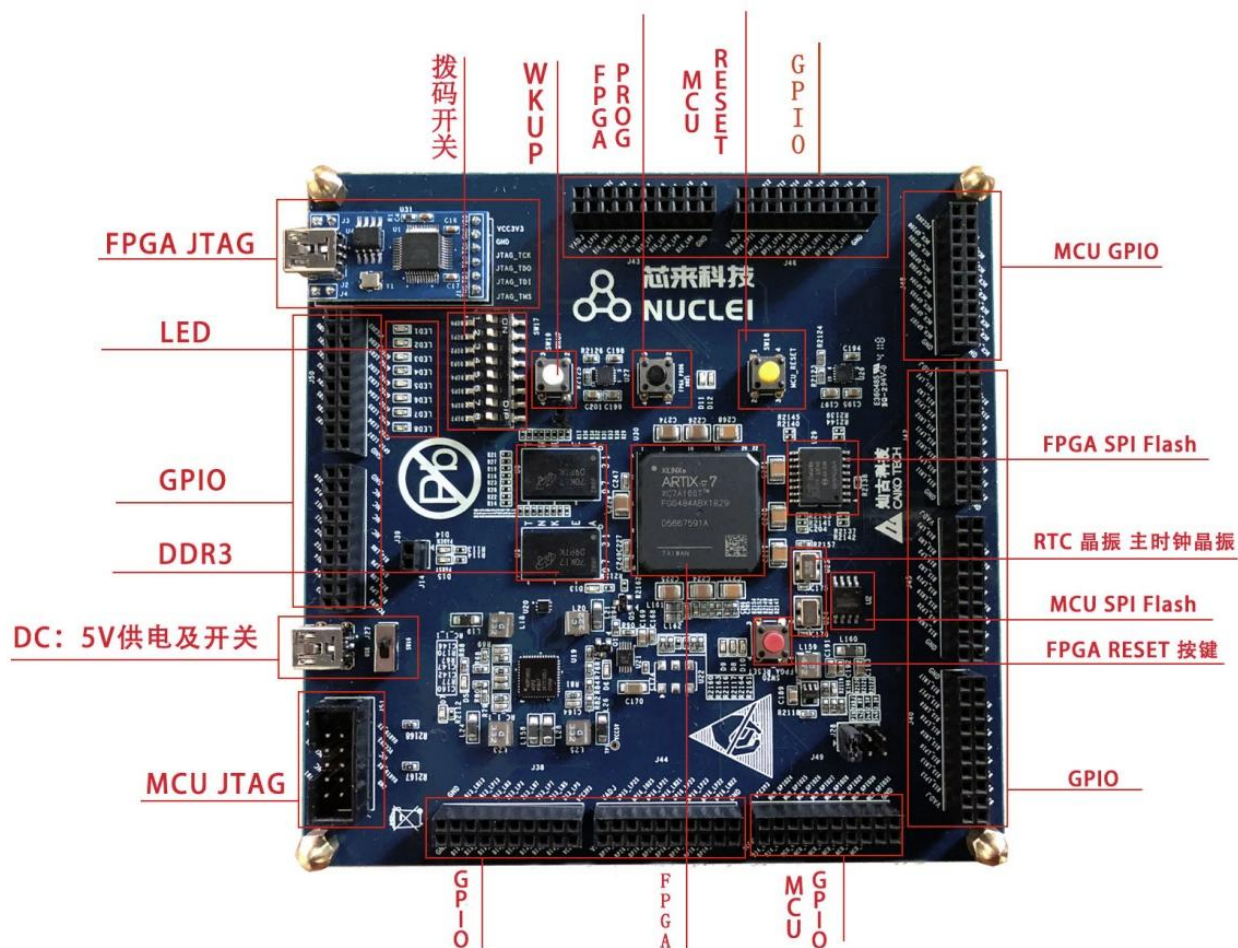

图 2-1 蜂鸟 FPGA 开发板总体图
蜂鸟 E203 专用 FPGA 开发板是一款入门级 Xilinx FPGA 开发板，如图 2-1 所示。该 FPGA 开发板的硬件特性如下：
- 配备单独直流 5V 供电，并设有电源开关，如图 2-1 中的“DC：5V 供电及开关”标注。
- 配备板载的 Xilinx Platform Cable USB JTAG 下载器，用于对 FPGA 进行比特流的烧写，如图 2-1 中的“FPGA JTAG”标注。
- 除了上电自动对 FPGA 重新进行烧录外，用户还可以通过强行按 FPGA 开发板上的“FPGA_PROG”按键触发硬件电路使用此 Flash 中的内容对 FPGA 重新进行烧录。FPGA 开发板上的“FPGA_PROG”按键位置请参见图 2-1 中标注所示。